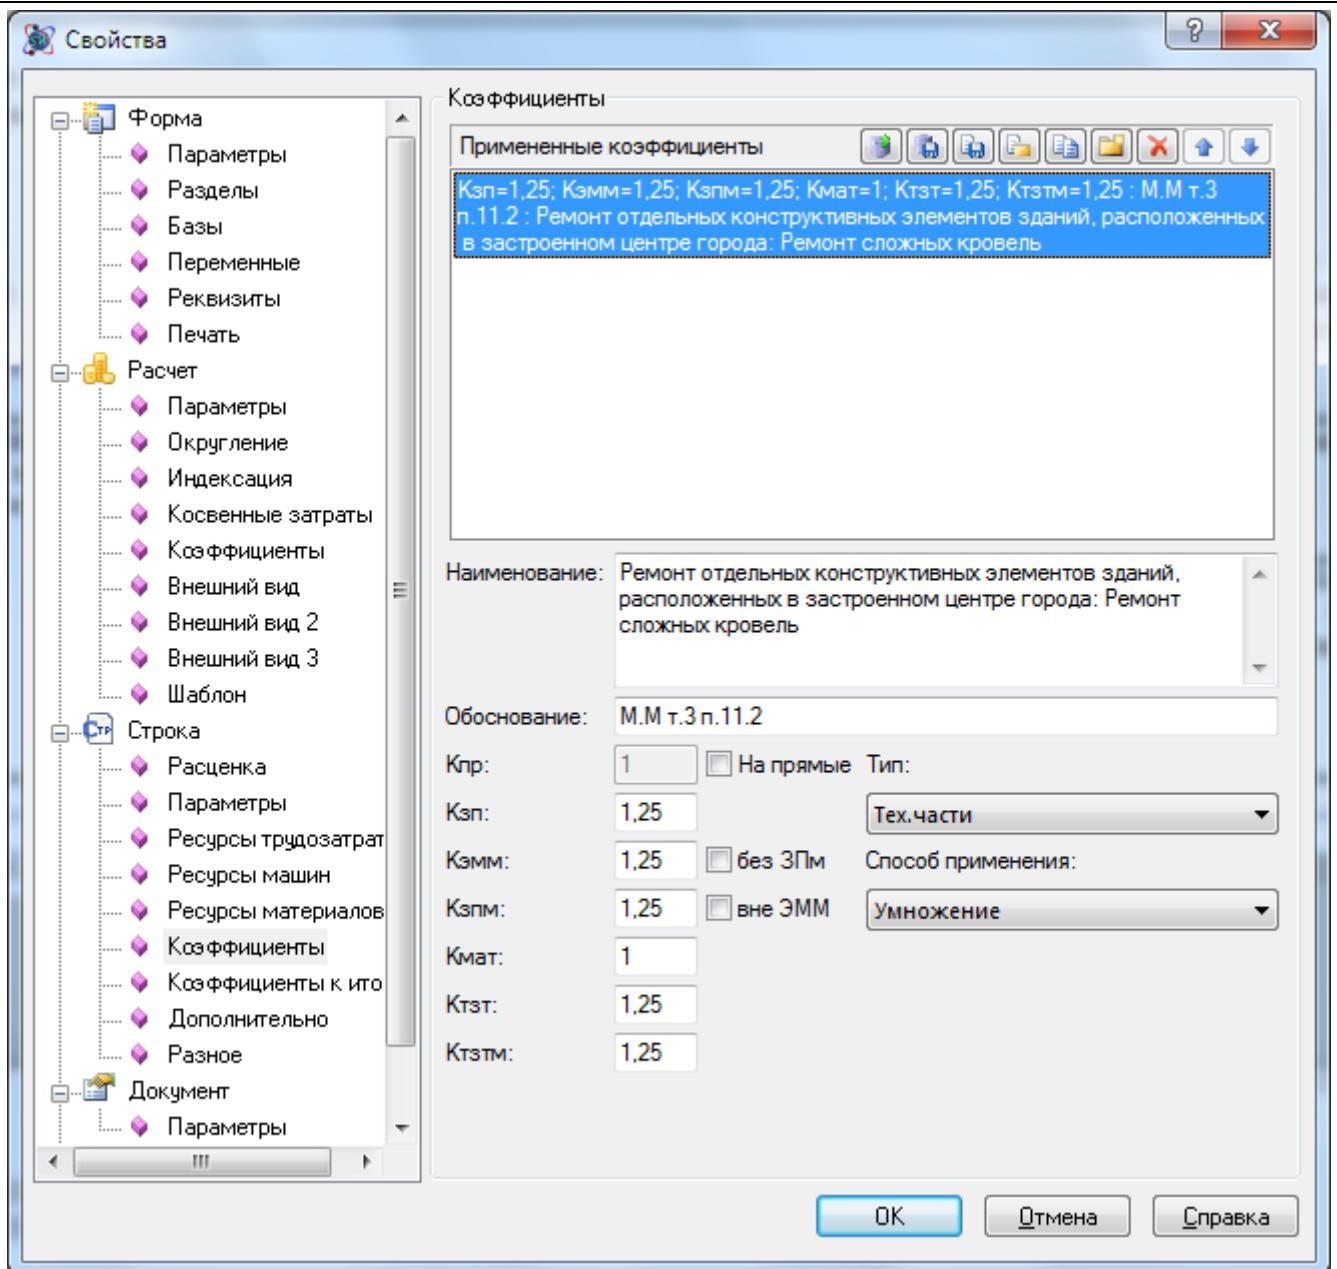

Рис. 6.34 Диалоговое окно Свойства, раздел Расчет/Коэффициенты
В разделе Расчет/Коэффициенты диалогового окна *Свойства* (рис. 6.34) отображается список коэффициентов, примененных к расчету. Применение коэффициента производится в строке расчета.
1. Перейти в раздел Расчет/Коэффициенты (см. рис. 6.34);